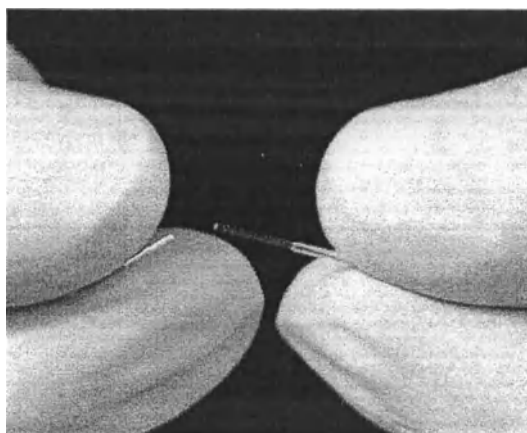

Рисунок 13. Слом волокна по сколу.
- C.** Удерживая большим и указательным пальцами каждой руки волокно на расстоянии около 8-10 мм с каждой стороны от отметки скола, сломайте волокно по сколу. См. Рисунок 13.